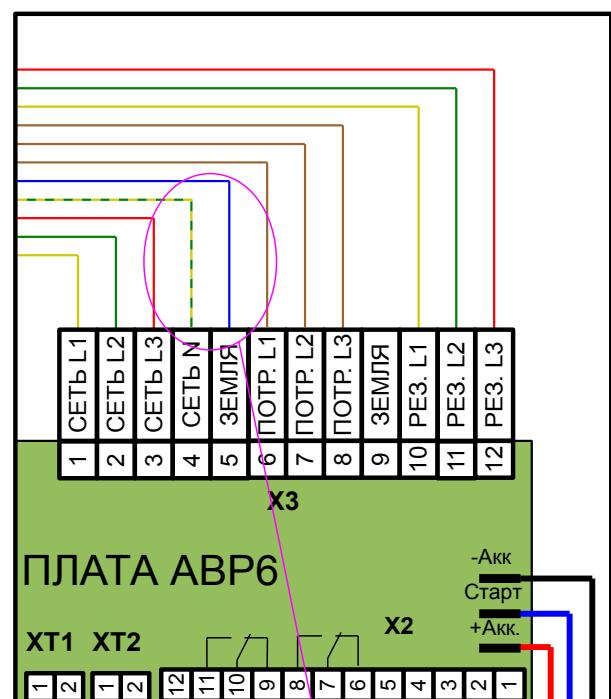

Рис.5. Подключение при изолированной нейтрали.
11. Если подключение заземления по каким-либо техническим причинам произвести невозможно, то необходимо извлечь все жёлто-зелёные провода из жёлто-зелёных клеммников на клеммной колодке и подключить к их нулевым (рис.5).